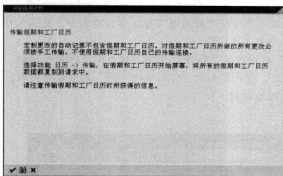

图 6-36 “传输链接注释”对话框
STEP 5 填写完成单击“”按钮，弹出“传输链接注释”对话框，如图 6-36 所示，单击“”按钮，即可完成公假的创建。